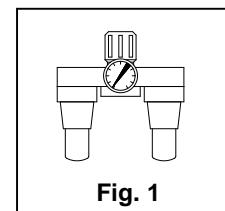

Fig. 1
- 2.3 Installer un ensemble épurateur-lubrificateur (fig. 1) et purger tous les jours le réservoir du compresseur. L'eau dans la ligne d'air peut endommager l'élévateur.